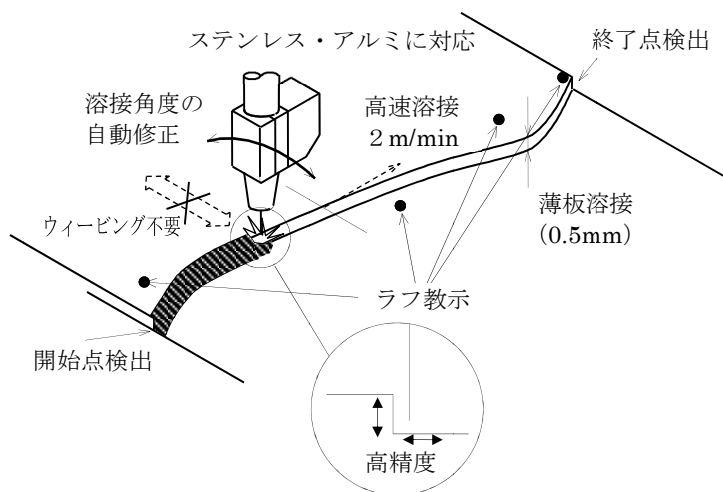

図1 レーザトラッキングセンサ「FD-QT」の機能概要
- ・最大2 m/分までの高速溶接で安定トラッキング。(図1)
- ・最小板厚0.5 mmまでの重ね溶接に対応。(図1)